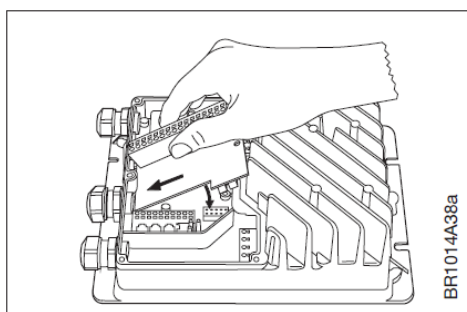

Abb. 9-1
- Siehe Abb. 9-1, 9-3 und 9-4 für Details bezüglich Montage in NI-DV der Leistungsgrößen 0,55 kW...3,0 kW. Der Dreipunkthalter befindet sich unten (siehe Abb. 9-1).
Bei NI-DV mit einer Nennleistung von 15 kW unterscheidet sich die Klemmenbezeichnung auf dem Relais-Modul (siehe \* in Abb. 9.1) von den übrigen Baugrößen. Dies ist bei nachfolgender Funktionsbeschreibung zu beachten.